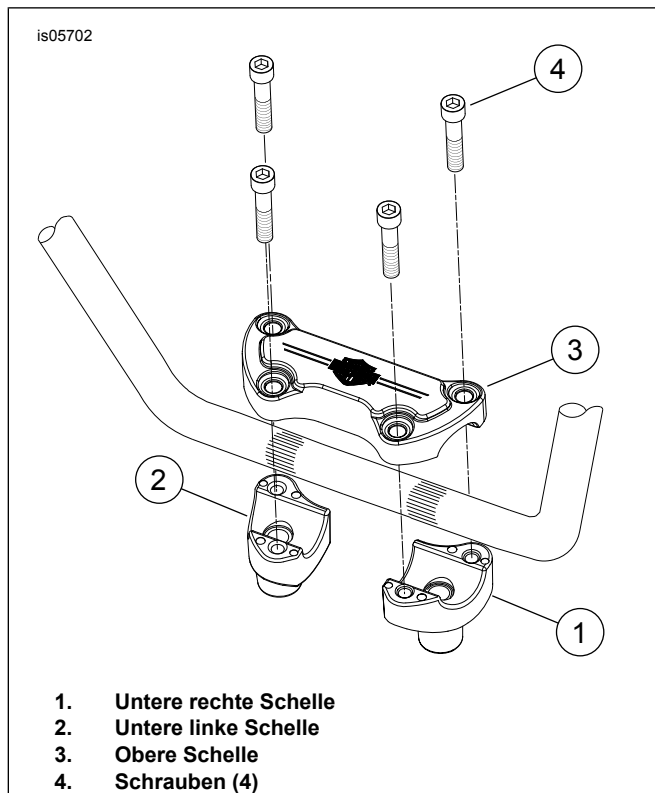

Abbildung 4. Riser-Ausrichtung – FLSTC
- Siehe Abbildung 4. Die neuen Riser (Satz-Nr. 46809-09), wie abgebildet ausrichten und an der oberen Gabelbrücke unter Verwendung der Originalschrauben, Sicherungsscheiben und Unterlegscheiben lose anbringen. Das Massekabel und die innen gezahnte Sicherungsscheibe an der rechten Riser-Schraube anbauen.
- Riser-Kappen (3) an den Risern (1 und 2) über dem Lenker unter Verwendung von vier im Bausatz enthaltenen Schrauben (4) anbringen.